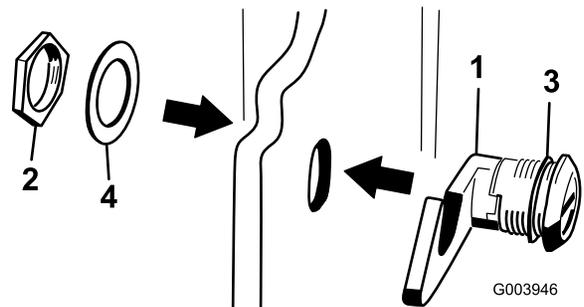

図 19
- 3. フードラッチアセンブリからナットを取り外す 図 19。